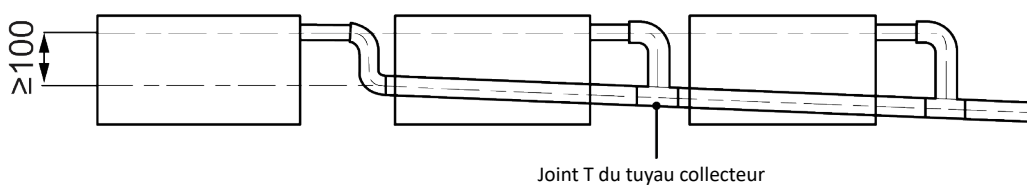

Fig. 4.3.4
- 4 Lors du raccordement de plusieurs tuyaux d'évacuation, suivez les consignes comme indiqué dans la Fig.4.3.4. Choisissez un tuyau collecteur d'évacuation qui corresponde à la capacité de l'unité.